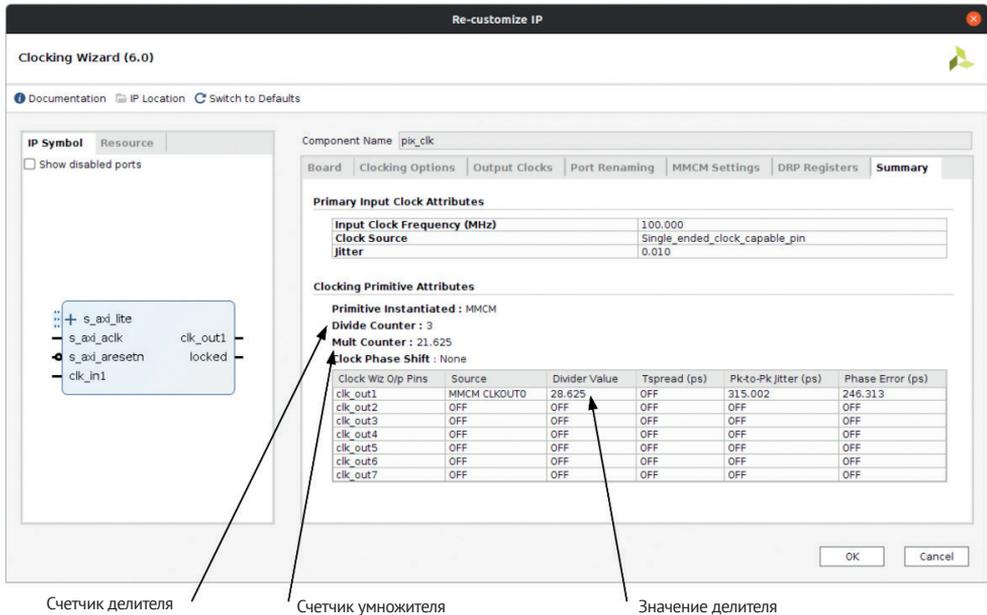

Рис. 9.5. Извлечение параметров реконфигурации
Нужно перенастроить только  $\text{clk}_0$ . На следующем рисунке показано, как извлечь необходимую информацию из мастера настройки частоты тактовых сигналов. На рис. 9.5 показано, как извлечь эти значения самостоятельно.
- счетчик делителя (**Divide Counter**): на рис. 9.5 для 25,18 МГц равен 9;